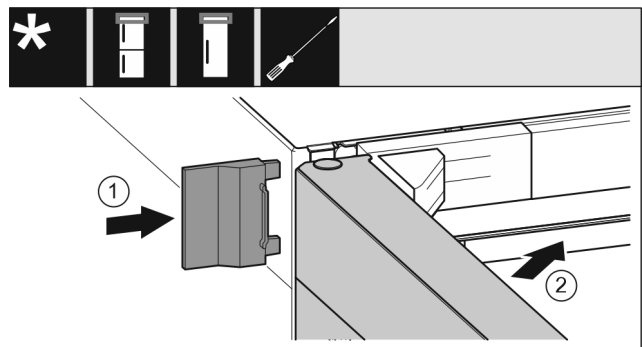

Fig. 35
- ▶ Nasuňte vonkajší kryt. Fig. 35 (1)